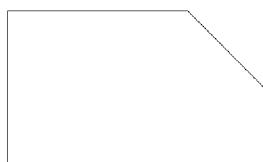
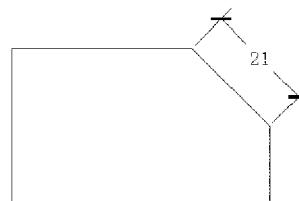

图 3.9 原图
图 3.10 对齐标注尺寸
- (1) 单击“对齐”标注按钮 A ,选择要标注的对象。
(2) 移动光标会出现标注线及尺寸,移至适当位置后单击鼠标左键即可完成该对象的尺寸标注。图 3.9 所示为原图,图 3.10 所示为标注尺寸后效果。